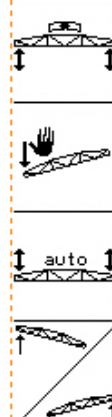

Fig. 30
4.  Orientați timoneria orizontal. Va fi indicată permanent înălțimea curentă a ambilor senzori (Fig. 30).